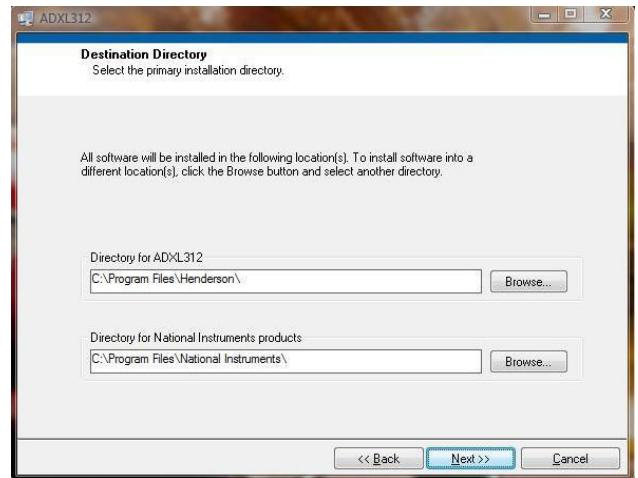

図 13. インストール先ディレクトリの選択
1. **Destination Directory** を選択します(図 13 を参照)。各フィールドでは、デフォルト値をそのまま設定することをお勧めします。